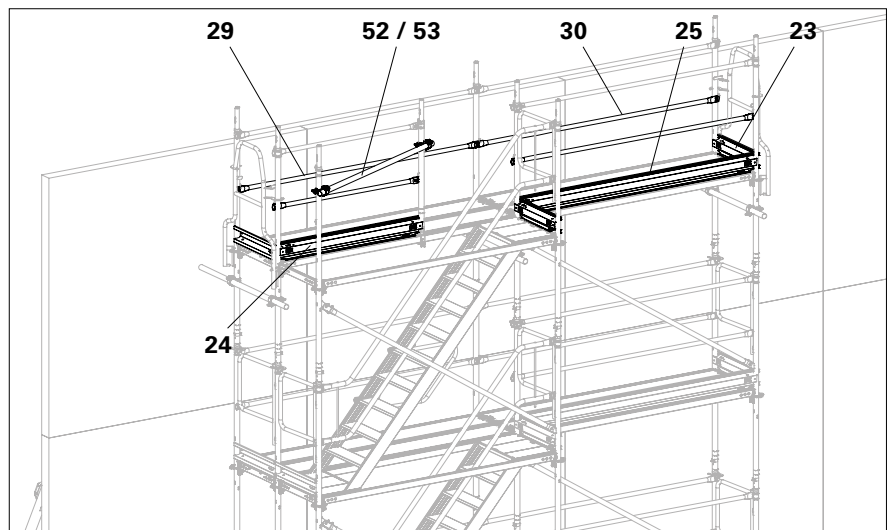

Abb. D1.01
1. Bordblech Stahl UPY (**23 / 24 / 25**) und Zwischenholme (**29 / 30**) ausbauen. (Abb. D1.01))